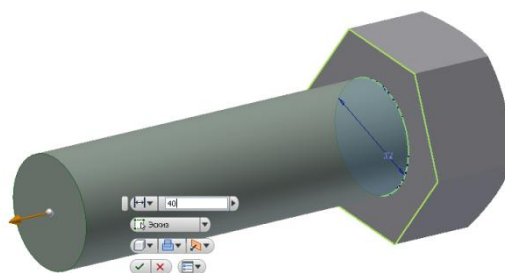

Рис. 3.30. Построение цилиндрической части болта
4. Нажмите на кнопку «Выдавить»  в панели «Создать» и введите в сопровождающем меню длину болта 40 мм (рис. 3.30). Нажмите кнопку «OK».